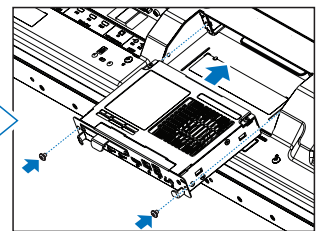

Figure 4
4. Insérez la carte d'option dans le moniteur et fixez-la à l'aide des vis retirées (**Figure 4**).